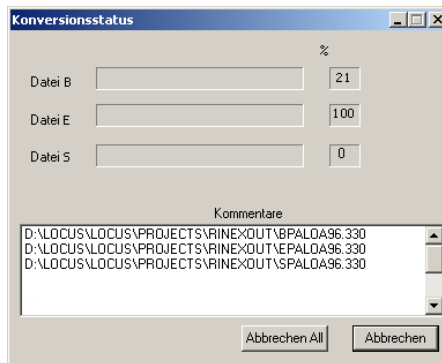

Abbildung B.5. Dialogfeld "Konvertierungsstatus"
7. Klicken Sie auf **BEGIN(N)**, um die ausgewählten RINEX-Dateien ins Ashtech-Format zu konvertieren. Das Dialogfeld **Konvertierungsstatus** wird geöffnet (Abbildung B.5).